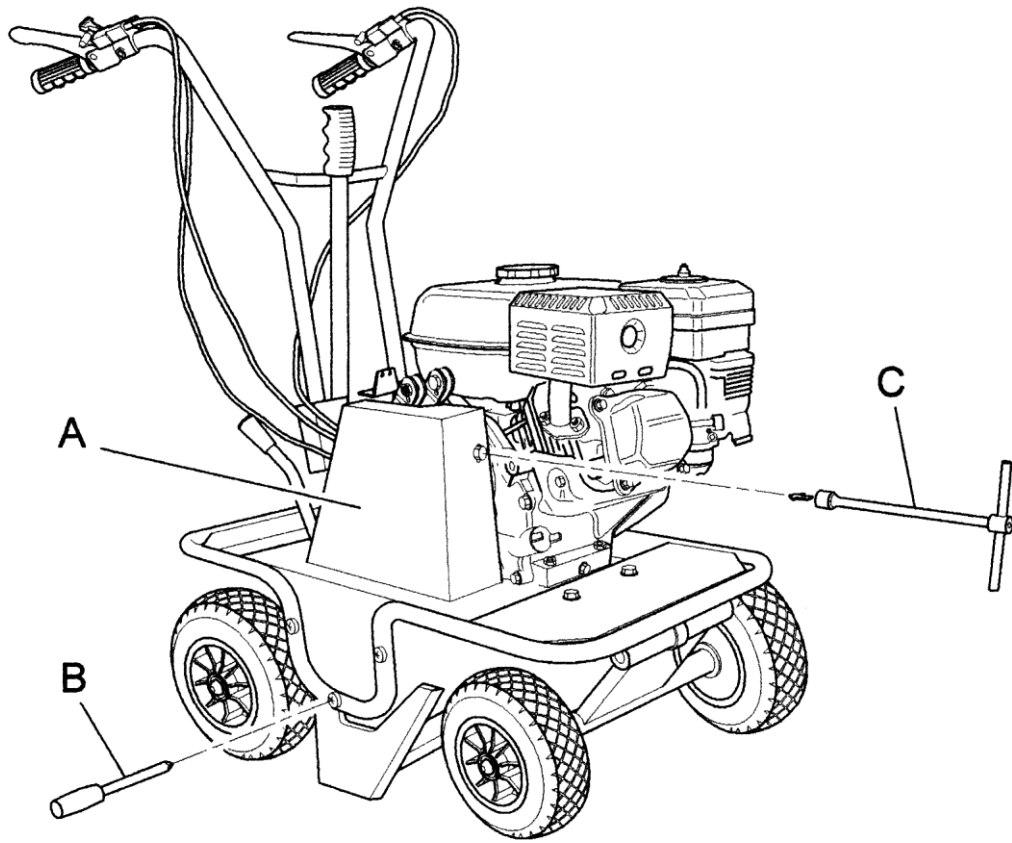

Figura 6
- rimuovere la protezione in metallo (Fig. 6 Rif. A), svitando e togliendo le viti indicate in figura 6 Rif. B e C